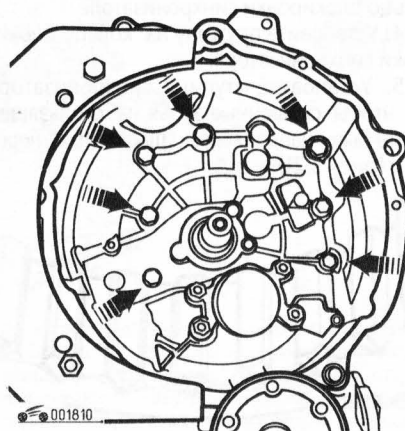

Рис. 5.15. Расположение болтов крепления картера сцепления к картеру коробки передач
17. Вывернув болты крепления, отсоедините картер коробки передач от картера сцепления (рис. 5.15).